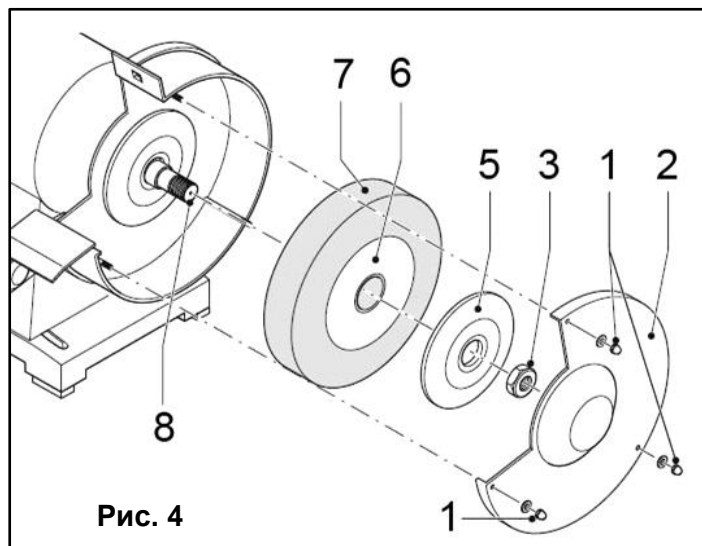

Рис. 4
Замена/ установка шлифовального круга (Рис. 4)
- Открутите три гайки (1) (Рис. 4).
- Снимите защитный кожух (2).
- Открутите гайку (3) шпинделя (8)
- Снимите со шпинделя внешний фланец (5), прокладку (6) и круг (7).
- Установите на шпиндель (8) новый круг.
- Надежно затяните гайку (3) Установите защитный кожух.
- Наденьте обратно три гайки (1) и крепко затяните их.